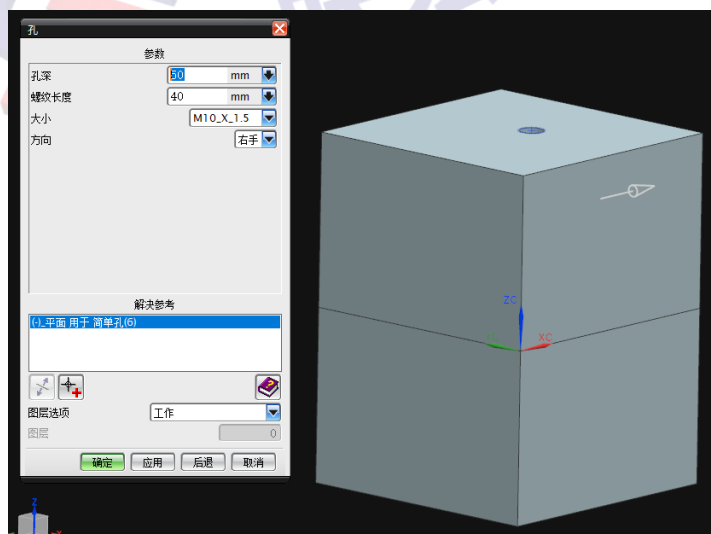
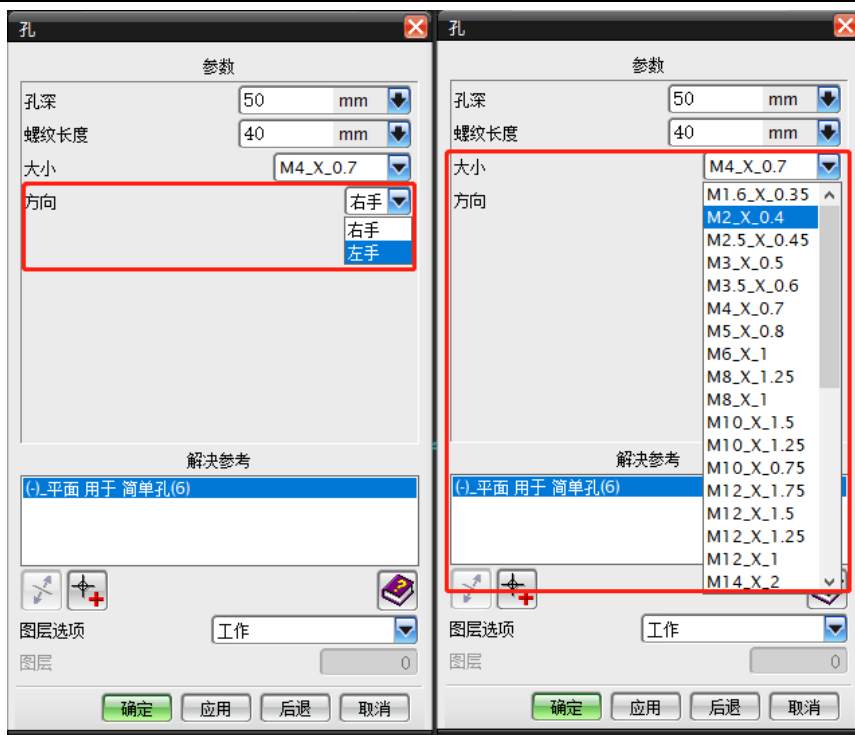

图 9
图 10
6、完成效果如图所示，添加螺纹孔特征时，有螺纹大小以及螺纹方向的下拉菜单进行选择，如图 9，图 10。